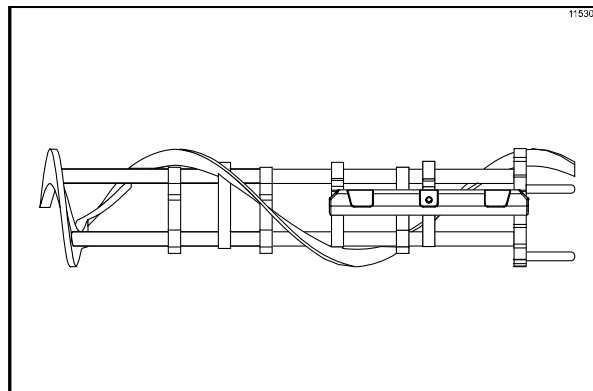

Figure 131
4. Si les lames sont en bon état, placer la lame arrière du racloir sur la goupille de retenue arrière qui se trouve sur le batteur (Cf. Figure 131).